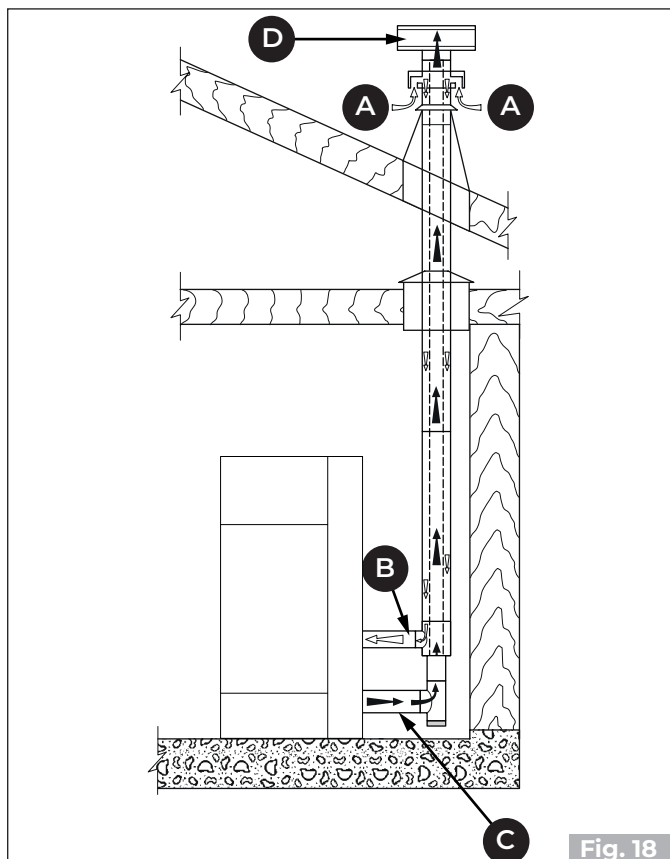

Fig. 18
- canalizzare l'aria comburente sfruttando un tubo di scarico coassiale per l'espulsione dei fumi e il prelievamento dell'aria (**Fig. 16 - Fig. 18 - A, B = Ingresso aria, C, D = Uscita fumi**); pertanto non è necessario fare una classica presa d'aria nel locale.